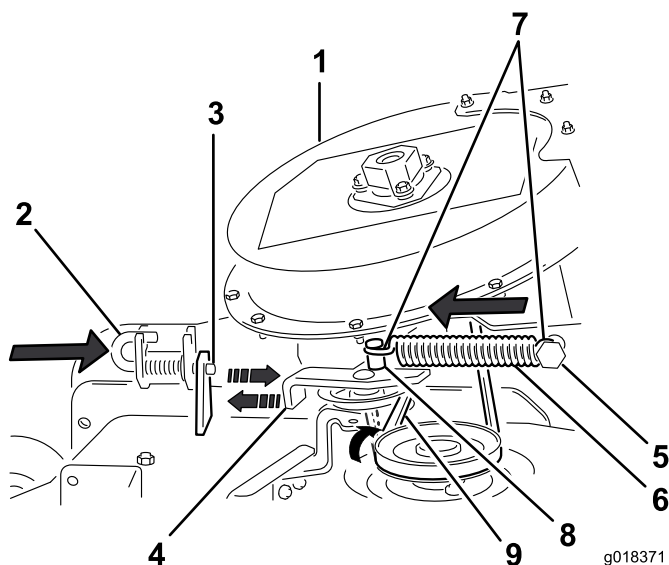

図 25
6. ラッチピンをロック位置にセットする 図 25。
8. アイドラプーリの下にベルトを仮置きする 図 25。
9. アイドラピボットブラケットを固定スプリングポスト側に移動させる。スプリングを取り付けるスプリングのフックをアイドラスプリングポストに引っ掛ける 図 25。
10. スプリング付きアイドラプーリをスプリングポストから引き離し、ベルトを刈り込みデッキのプーリに回しかける 図 25。